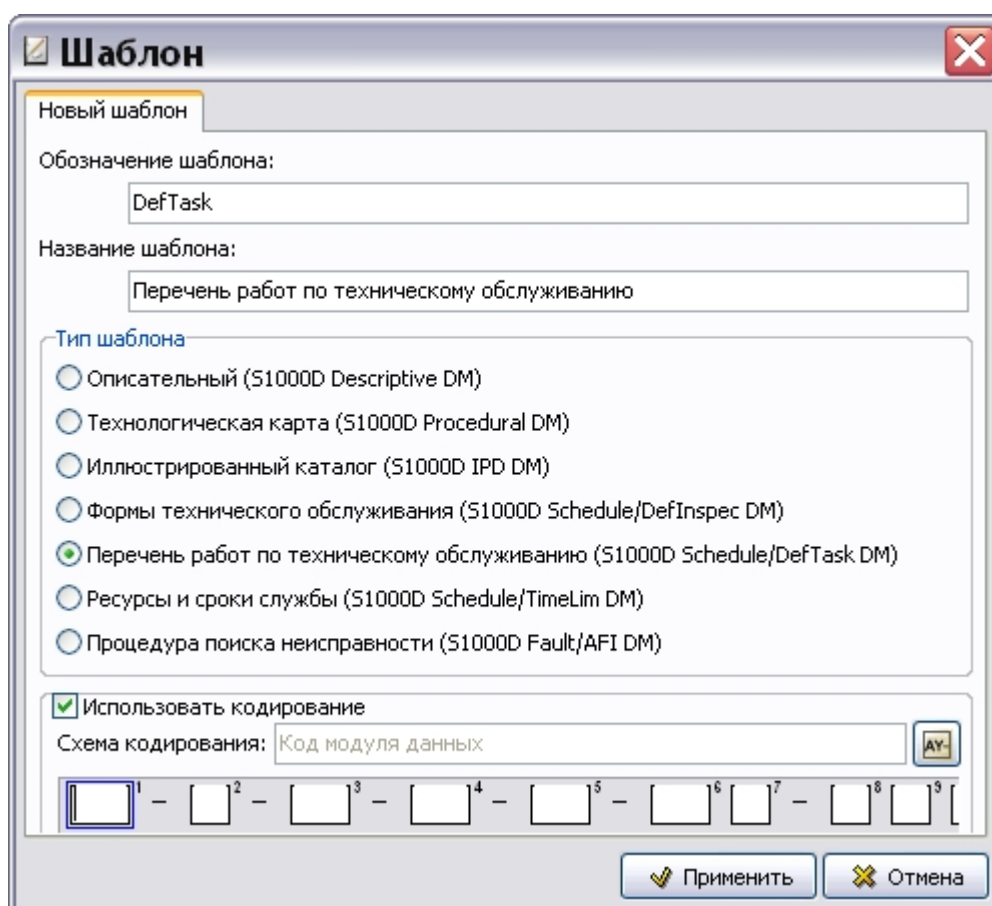

Рис. 3.48
2. В диалоговом окне **Шаблон** введите обозначение шаблона - «DefTask» и название - «Перечень работ по техническому обслуживанию» (Рис. 3.48).
3. Укажите тип шаблона «Перечень работ по техническому обслуживанию (S1000D Schedule/DefTask DM)» (Рис. 3.48).